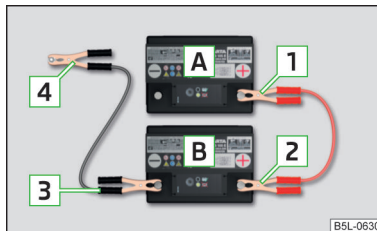

Fig. 201
- Conecte el borne **1** al polo positivo de la batería descargada **A** » fig. 201.